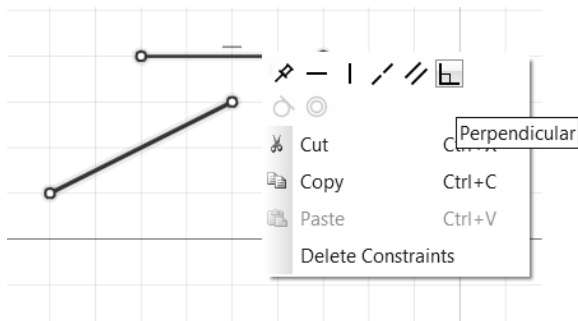

图 4-71
① 按住〈Ctrl〉键选择多条线段。
② 右击一条选中的线段，打开右键菜单，如图 4-71 所示。